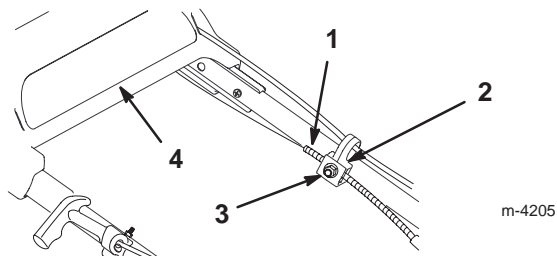

Figure 25
3. Desserrez l'écrou du support de guidage du câble (Fig. 25).
5. Repoussez la partie supérieure du mancheron le plus loin possible en arrière, appuyez sur la patte de commande du câble d'autotraction et abaissez la gaine du câble (vers la tondeuse) pour éliminer le mou du câble (Fig. 25).
6. Serrez l'écrou du support de guidage du câble (Fig. 25).